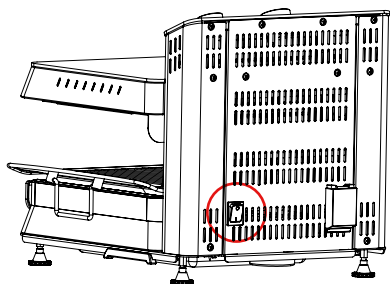
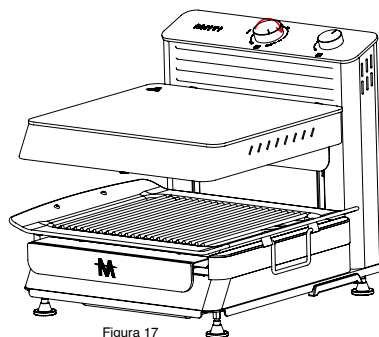

Figura 16
Figura 17
- Si el producto no funciona después de enchufarlo a la toma de corriente, asegúrese de que el interruptor de encendido/apagado esté en la posición (I).
- Si el interruptor de encendido/apagado está en la posición (I) (Figura 16), aumente la potencia del regulador de potencia (Figura 17). Si el producto sigue sin funcionar, asegúrese de que la bandeja móvil esté correctamente colocada en el producto.